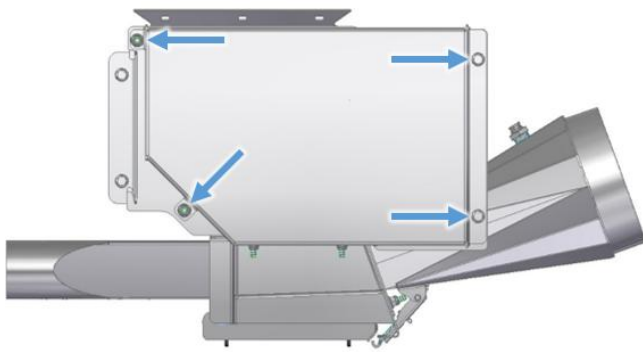

Figura 31
- Las 2 tuercas y 2 tornillos en la cubierta de accionamiento se abren y se retira la cubierta (véase Figura 31).
- Abrir las 2 tuercas y 2 tornillos en la cubierta de accionamiento y retirar la cubierta (véase Figura 31).